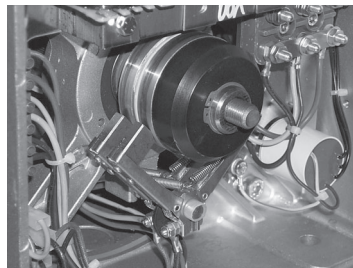

fig. 4
- 2.1 (fig.4) nei generatori serie GT e GS devono esserci almeno 10mm di carboncino fuori dal portaspazzole,